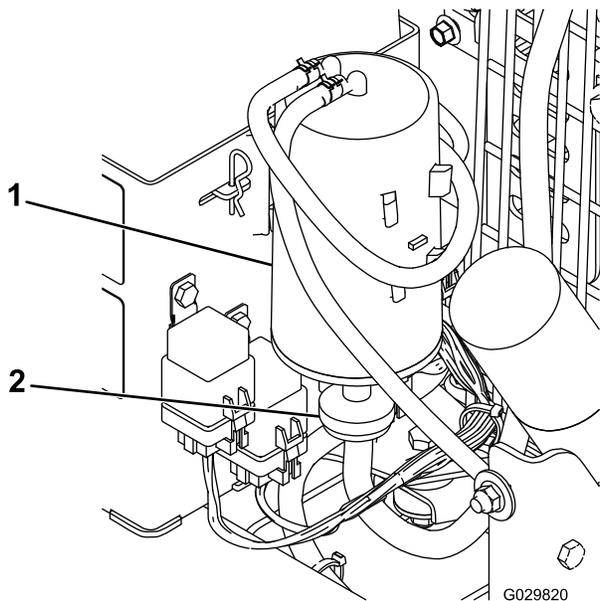

図 17
2. カーボンキャニスタ・フィルタを取り外して廃棄する 図 17。